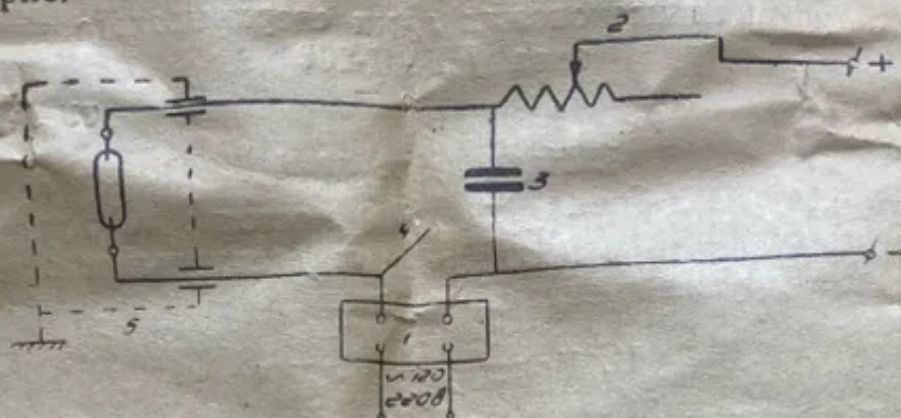
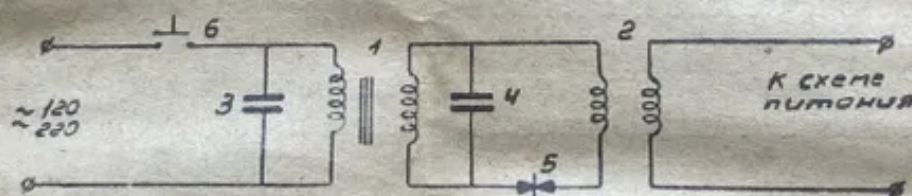

Рис. 1. Схема включения лампы типа ДКсШ-200:
Рис. 2. Схема прибора зажигания:
Лампы типа ДКсШ-200 включаются для работы по схеме, приведенной на рис. 1.
1. Прибор зажигания (принципиальная схема дана на рис. 2);
В качестве прибора зажигания применяется специальный высокочастотный искровой генератор, принципиальная схема которого приводится на рис. 2.
Для зажигания лампы прибор включается (как это показано на схеме рис. 1) в цепь питания лампы, нажимается кнопка 6 (рис. 2) и после возникновения дугового разряда в лампе кнопка отпускается, а прибор зажигания закорачивается рубильником 4 (рис. 1).
Как и большинство газоразрядных источников света лампы типа ДКсШ-200 являются источниками радиопомех, которые в значительной степени ослабляются наличием блокировочного конденсатора 3 (рис. 1), а также заземлением металлического кожуха 5 (рис. 1).